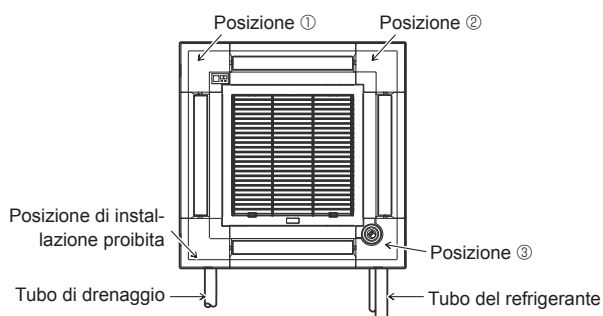

Fig. 9-11
Il pannello angolare del ricevitore di segnale non può essere installato sul lato del tubo di drenaggio per l'unità principale. (Fare riferimento alla Fig. 9-11)
- Il pannello angolare i-see sensor deve essere fissato alla griglia ① con la vite ③.
- * Se la posizione dell'i-see sensor è stata cambiata dalla posizione predefinita (posizione ③) in un'altra, modificare le impostazioni della funzione. (Fare riferimento a pagina 102 e alla Fig. 9-11)
- Il pannello angolare i-see sensor non può essere installato sul lato del tubo di drenaggio per l'unità principale. (Fare riferimento alla Fig. 9-11)